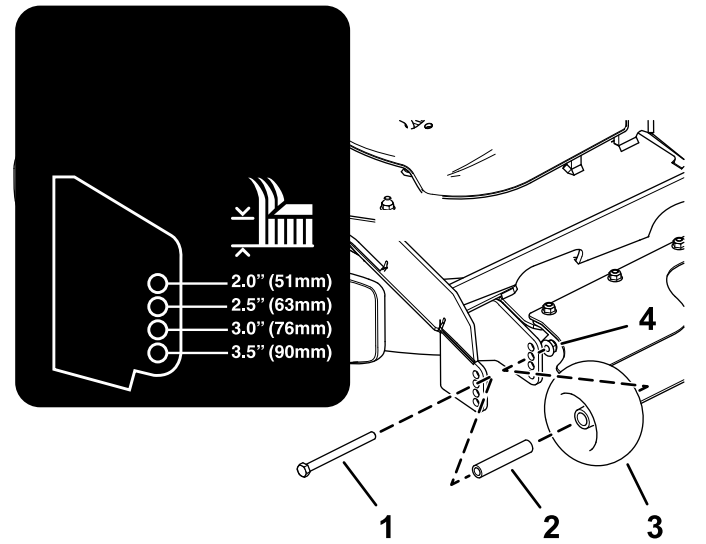

**Figura 27**
4. Ajuste los rodillos protectores del césped, tal y como se muestra en la Figura 26, la Figura 27, la Figura 28 y la Figura 29.